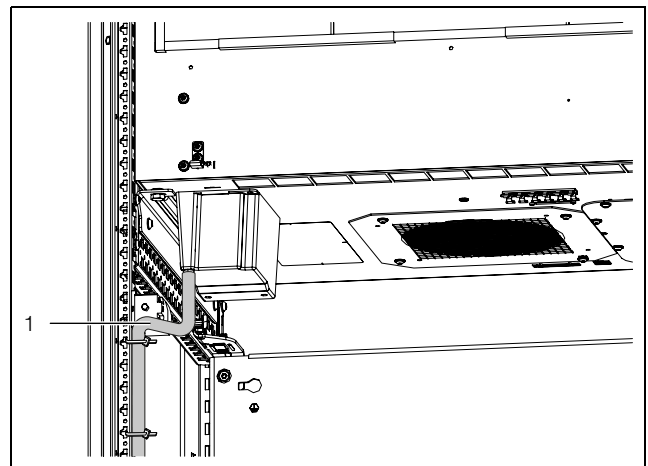

Imagen 12: Colocación del tubo (imagen de ejemplo)
- Si la solución integrada se encuentra sobre el sistema de zócalo VX disponible como accesorio: conduzca el tubo hacia abajo, a través del suelo del armario (imagen 12).